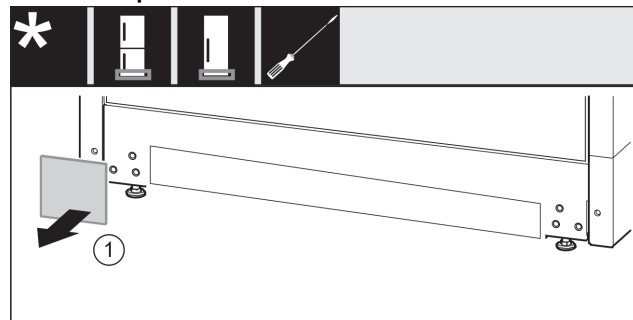

Fig. 12
- ▶ Detaşaţi apărătoarea. Fig. 12 (1)